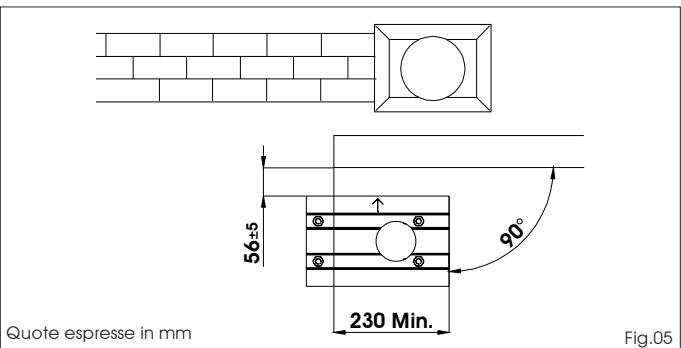
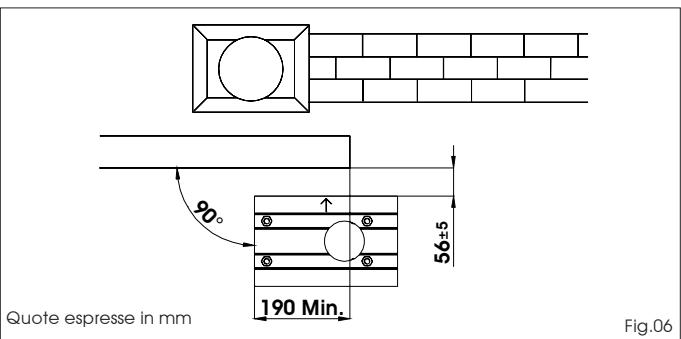

Fig.05
Fig.06
- 2) Per garantire il corretto accoppiamento fra pignone e cremagliera la piastra di fondazione deve essere posizionata come da Fig.05 (chiusura destra) o Fig.06 (chiusura sinistra).